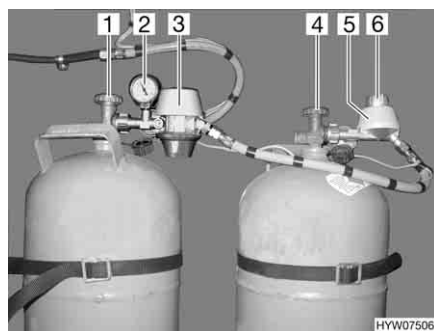
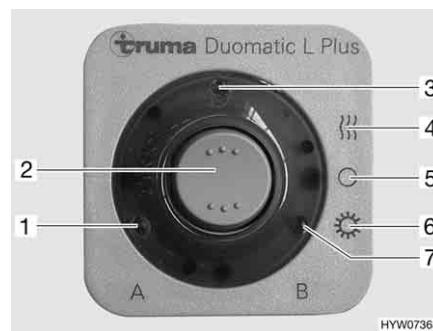

Fig. 116 Dispositif de commutation Duomatic
Fig. 117 Unité de commande
Le dispositif de commutation Duomatic consiste en un régulateur central (Fig. 116,3) et un régulateur de commutation (Fig. 116,5). Un bouton rotatif (Fig. 116,6) situé sur le régulateur de commutation permet de définir laquelle des bouteilles de gaz est celle de service et laquelle est celle de réserve.
Le manomètre (Fig. 116,2) du régulateur central affiche la pression dans la bouteille de gaz et non pas le niveau de remplissage de la bouteille. Le manomètre permet de contrôler l'étanchéité de la bouteille de gaz.
Seules les fonctions électriques peuvent être activées sur l'unité de commande (Fig. 117). Les robinets principaux des bouteilles de gaz (Fig. 116,1 et 4) doivent être ouverts manuellement.
- Ouvrir les robinets principaux des bouteilles de gaz (Fig. 116,1 et 4).
- Choisir la bouteille de gaz avec le bouton rotatif (Fig. 116,6) situé sur le régulateur de commutation (Fig. 116,5) à partir de laquelle le gaz sera utilisé principalement (bouteille de service).
Lorsque le bouton rotatif se situe dans le domaine rouge, le gaz est prélevé prioritairement à partir de la bouteille de gaz équipée du régulateur central (Fig. 116,3).
Lorsque le bouton rotatif se situe dans le domaine vert, le gaz est prélevé prioritairement à partir de la bouteille de gaz équipée du régulateur de commutation (Fig. 116,5).
- Mettre en marche le dispositif de commutation Duomatic sur l'unité de commande (Fig. 117).
Pour ce faire, régler le commutateur à bascule (Fig. 117,2) sur régime hiver "Marche et chauffage" (Fig. 117,4) ou bien sur régime été "Marche" (Fig. 117,6). Les deux régulateurs de pression du gaz sont maintenant désaérés. Le voyant de contrôle (Fig. 117,3) s'allume.
- Mettre le commutateur à bascule (Fig. 117,2) sur "O" (Fig. 117,5). Le voyant de contrôle (Fig. 117,3) s'éteint.
- Fermer les robinets principaux des bouteilles de gaz (Fig. 116,1 et 4).
Les voyants de contrôle de l'unité de commande (Fig. 117) signalisent à l'intérieur du véhicule si les bouteilles de gaz sont en état de marche.
- Voyant de contrôle "A" (Fig. 117,1) : Bouteille de gaz raccordée au régulateur central
- Voyant de contrôle "B" (Fig. 117,7) : Bouteille de gaz raccordée au régulateur de commutation